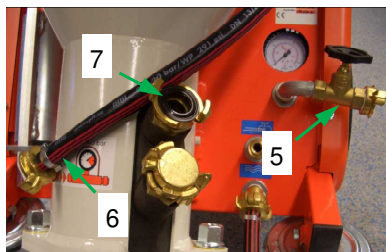

Fig. 34 : Vanne de drainage de l'eau
1. Tourner le sélecteur Pompe de surpression (1) sur « Hand (manuel) ».
2. Ouvrir la vanne de drainage (5) (fig. 34) jusqu'à ce seule de l'eau s'écoule. Refermer la vanne de drainage.
3. Actionner la touche d'alimentation en eau (2) et la maintenir enfoncée jusqu'à disparition des bulles d'air dans le débitmètre d'eau.
4. Régler le débit prévu sur la vanne à pointeau (3). Indication visible au niveau du cône dans le verre de regard du débitmètre (4).